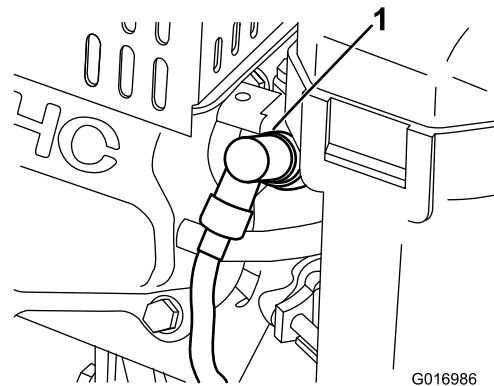

Figura 38
1. Staccate il cappellotto della candela (Figura 38).